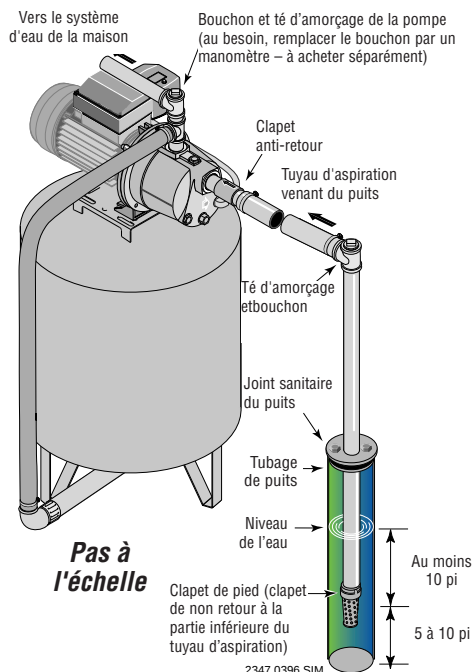

Figure 2 : Installation dans un puits à tubage
INSTALLATION SUR UN PUIT À TUBAGE DE 2 POUCES DE DIAMÈTRE OU PLUS GRAND (VOIR LA FIGURE 2)
2. Brancher le clapet de pied, la crépine et le tuyau du puits (voir la Figure 2). S'assurer que le clapet de pied fonctionne librement.
4. Poser le té d'amorçage, le bouchon d'amorçage et le tuyau d'aspiration sur la pompe (voir la Figure 2). Brancher le tuyau provenant du puits sur l'orifice d'aspiration de la pompe en utilisant le moins possible de raccords - en particulier des coudes - étant donné que les raccords augmentent le frottement de l'eau dans les tuyaux (il faut toutefois ajouter un clapet de pied - voir la Figure 2). Le diamètre du tuyau d'aspiration doit être au moins aussi grand que le diamètre de l'orifice d'aspiration de la pompe. Utiliser du ruban téflon ou de la pâte pour raccords filetés à base du téflon sur les raccords filetés. Supporter le tuyau de façon qu'il ne soit pas cintré afin qu'il n'exerce pas de contraintes sur le corps de la pompe; de plus, il doit être légèrement incliné vers le haut, du puits jusqu'à la pompe (les points hauts risquent de causer des poches et des bouchons d'air dans la pompe). Rendre étanches les raccords du tuyau d'aspiration avec du ruban téflon ou une pâte pour raccords filetés à base de téflon. Les raccords doivent être étanches à l'air et à l'eau. ***Si le tuyau d'aspiration aspire de l'air, la pompe ne pompera pas l'eau du puits.***